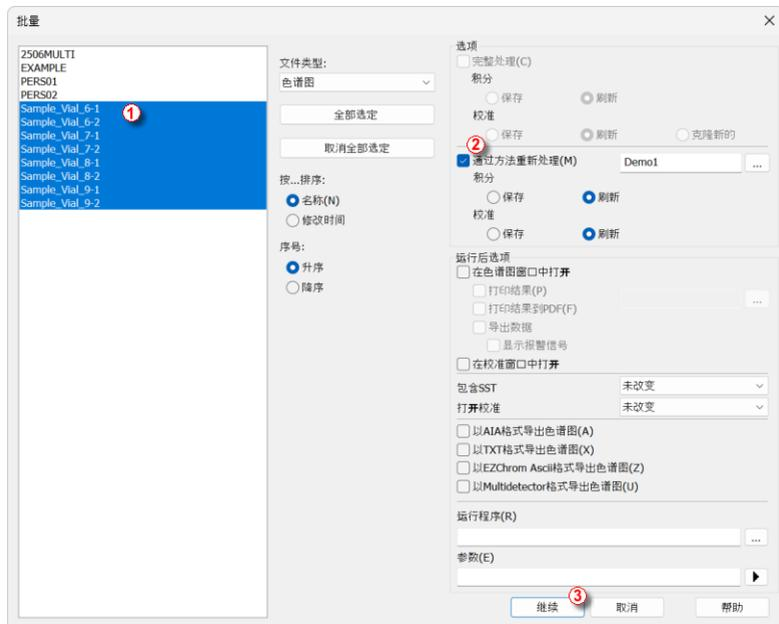

图19: 批处理对话框与选定的色谱图
- 在对话框的左侧选择要重新处理的文件①(第30页第图19.);可以通过按住Ctrl或Shift键同时左键单击多个文件来选择它们。对于演示,在要重新处理的数据目录中选择名称为SAMPLE\_VIAL\_X-Y的所有文件,选中按方法重新处理②复选框,选择要用于重新处理的方法,并在选项的校准部分中选择更新。单击继续③按钮。所有选定的色谱图现在将链接到基于当前方法的校准。